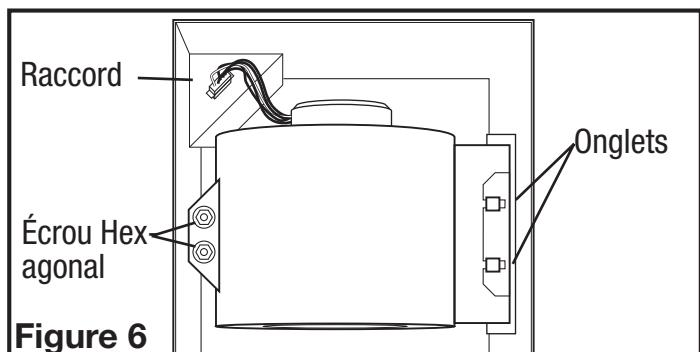

Figure 6
- Compartiment de Câblage Intérieur: Enlever les trois vis retenant en place l'assemblage de la soufflante et soulever pour sortir l'assemblage hors du châssis (**Figure 6**). Enlever la vis du couvercle du compartiment à câblage et mettre ce couvercle dans un endroit fiable (**Figure 7**).